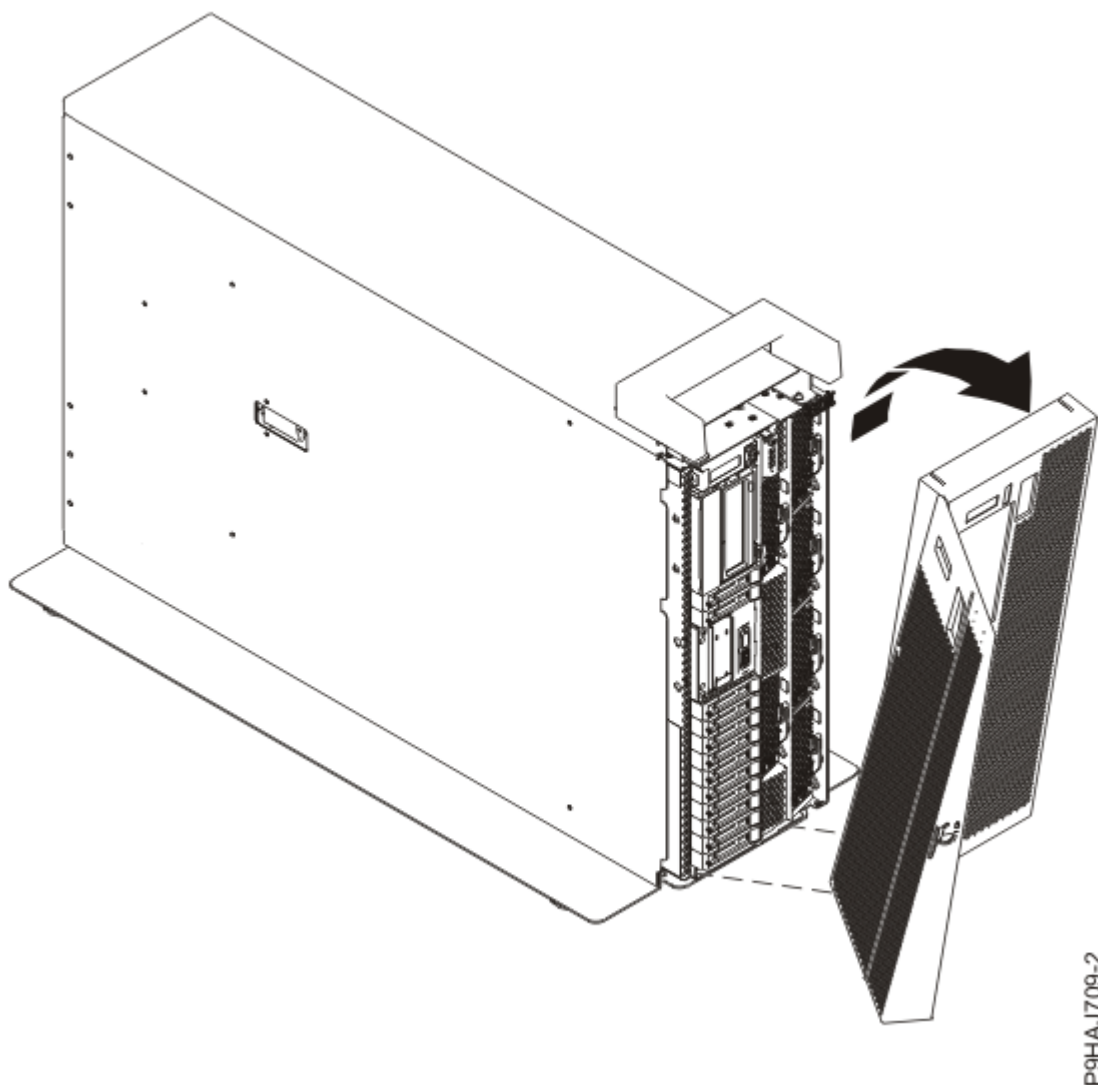

Figura 4: Removendo a Tampa Frontal
- d) Puxe a tampa para fora do sistema, como mostrado na Figura 4 na página 5.